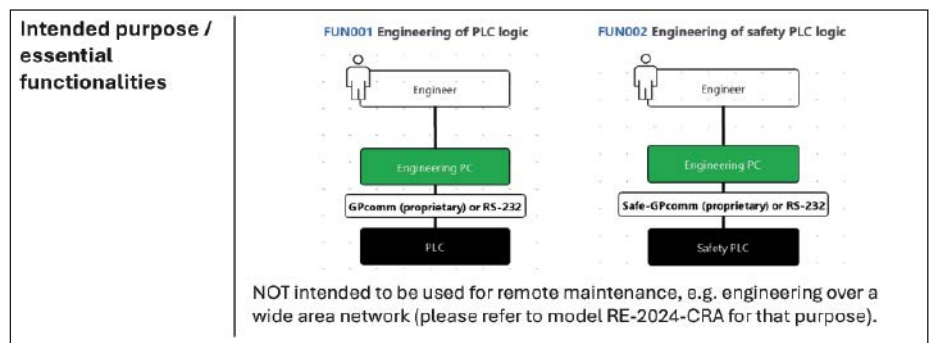

Abb. 2: Darstellung der Verwendungszwecke für einen Engineering-PC (grün)
- 1. Verwendungszwecke mit Diagrammen verdeutlichen, die für jeden Verwendungszweck das Zusammenspiel von technischen Komponenten, Kommunikationsprotokollen und (ggf.) Menschen darstellen (Abb. 2).